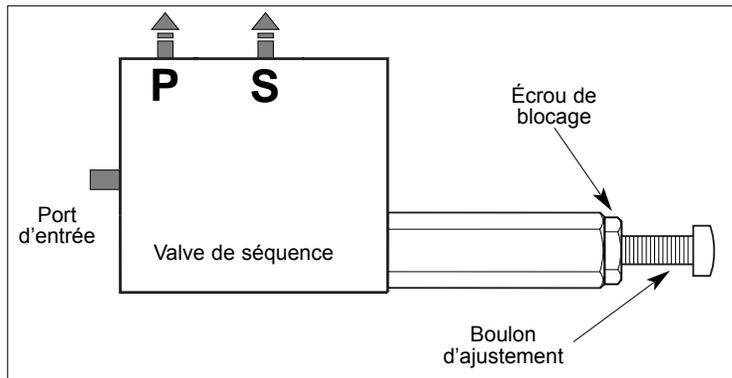

fig. 1
1. Dévisser de quelques tours l'écrou de blocage de la valve de séquence — fig. 1;
4. Si la lecture est plus élevée que 700 PSI, dévisser le boulon d'ajustement de la valve de séquence pour obtenir une pression de 700 PSI (*piston descendant*) — fig. 1;
5. Si la lecture est plus basse que 700 PSI, visser le boulon d'ajustement de la valve de séquence pour obtenir une pression de 700 PSI (*piston descendant*) — fig. 1;
6. Une fois ajuster, serrer l'écrou de blocage de la valve de séquence — fig. 1.